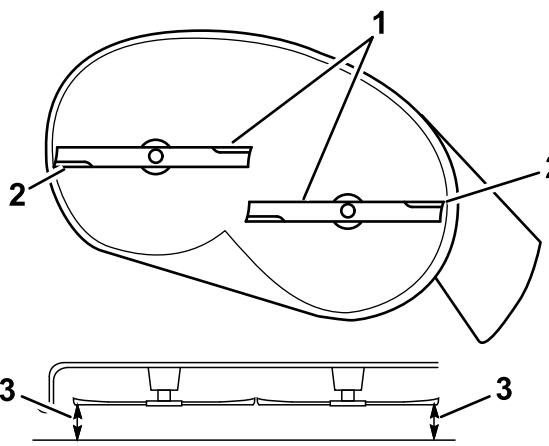

Figure 66
- Mesurez la distance entre les tranchants extérieurs et le sol plat (Figure 66).